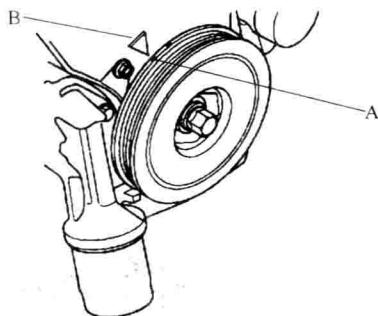

图 1-1-1 白色标记 A 与指针 B 对齐
1. 转动曲轴，使白色标记 A 与指针 B 对齐（参见图 1-1-1）。